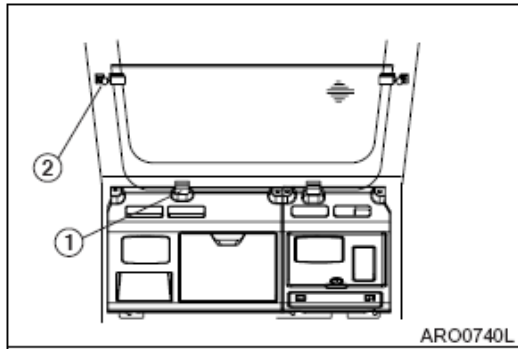

Figura 99
2. Coloque la ventana inferior en los soportes de goma (1, Figura 99) detrás del asiento del operador. Asegure la ventana a la cabina con los tiradores derecho e izquierdo (2).